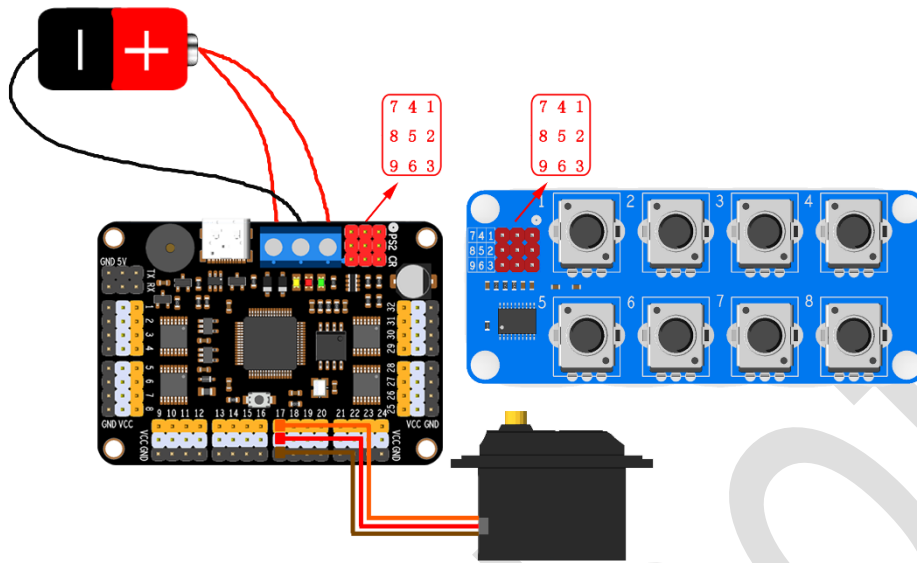

Figure 6
V. Méthode de câblage du potentiomètre, comme illustré dans la *Figure 6*:
Le module de potentiomètre est connecté au contrôleur de servomoteur, comme illustré dans la *Figure 6*, connectez 1 - 1, 2 - 2, et 3 - 3...